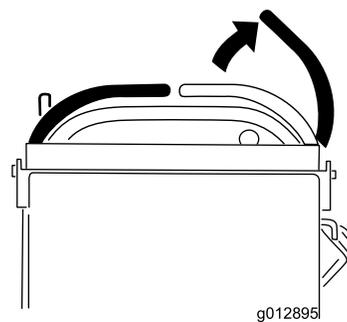

図 11
- 左右の走行コントロールレバーをニュートラル位置にセットし、右側走行コントロールレバーをニュートラルロック位置にセットする 図 11。